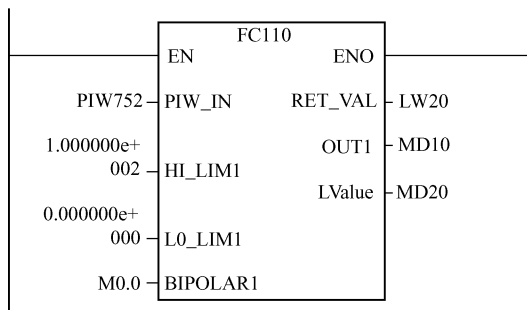

图 7-15 OBI 中的程序
- 6) 编写主程序，如图 7-15 所示。FC110 从引脚上看，与标准库中的 FC105 很类似，但 FC110 中多了 LValue（最大值参数），而且采集的温度变量范围在 0 ~ 100℃ 内。